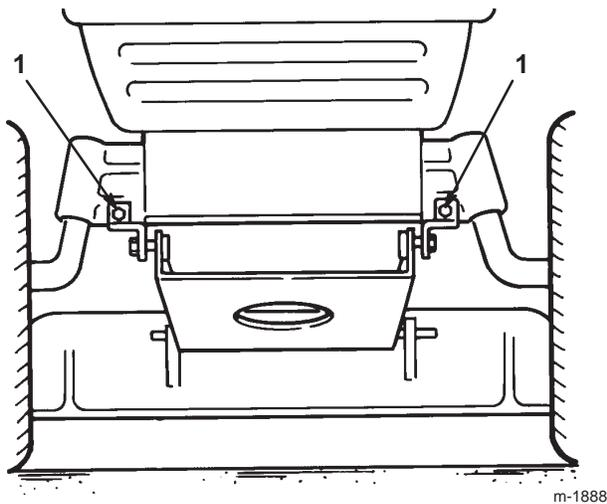

Figure 36
14. Déposez les 2 supports de pivot du plateau de coupe de l'essieu avant (Fig. 36).